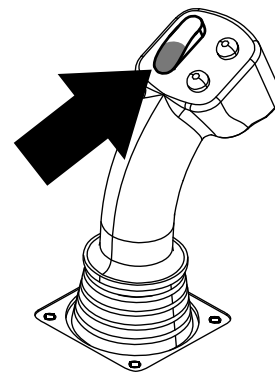
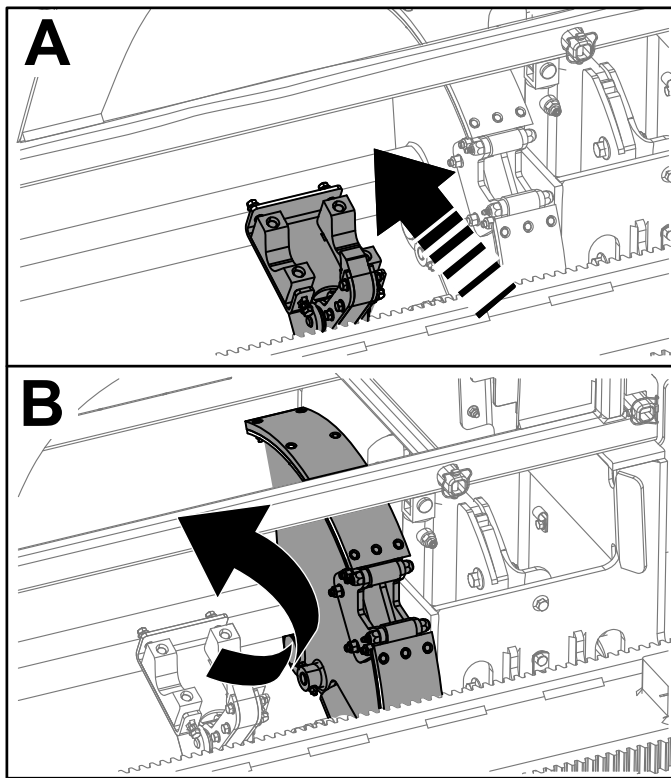

Figure 39
Figure 40
11. Maintenez le bas de l'interrupteur à bascule enfoncé (Figure 39) jusqu'à ce que les bras du chargeur tournent en sens inverse et que la came retourne à la position de repos (rangée 4) (Figure 40).